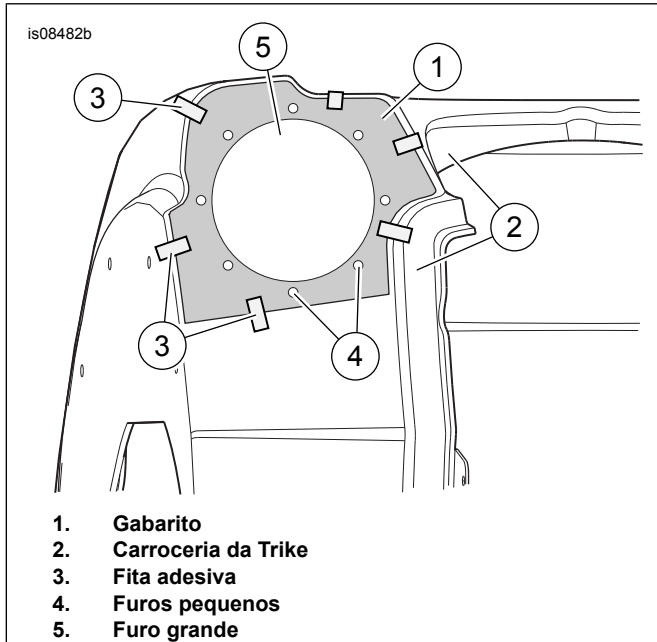

Figura 1. Localização do gabarito
1. Veja Figura 1 . Alinhe o gabarito (1) com um lado da carroceria da Trike (2). As bordas do gabarito devem estar alinhadas com as arestas tangentes em torno da carroceria. Prenda o gabarito com uma fita adesiva (3). Faça uma punção de forma centralizada nos locais dos oito furos pequenos (4). Marque o furo maior (5) com um marcador contrastante ou lápis de graxa.